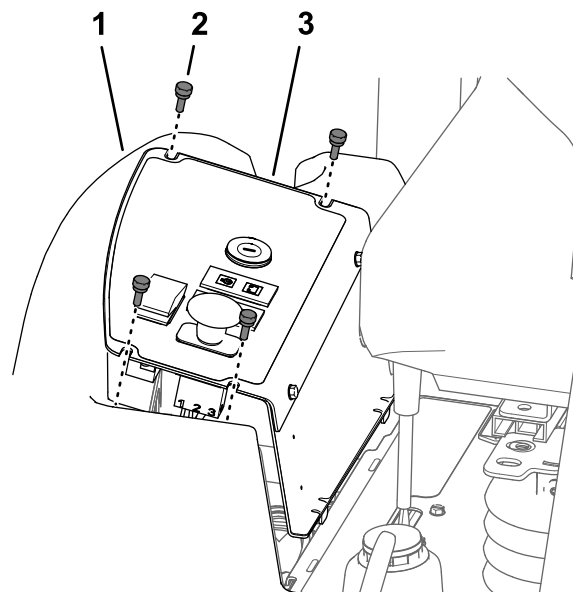

Figura 54
1. Retire os 4 parafusos que fixam a placa de controlo ao depósito de combustível (Figura 54).
2. Levante a placa do painel de controlo (Figura 54).
3. Alinhe as ranhuras no topo da placa do painel de controlo com os orifícios na flange do depósito de combustível (Figura 54).
4. Monte a placa do painel de controlo na flange do depósito de combustível com os quatro parafusos (Figura 54) que removeu no passo 1 de Remover a placa do painel de controlo (página 50).